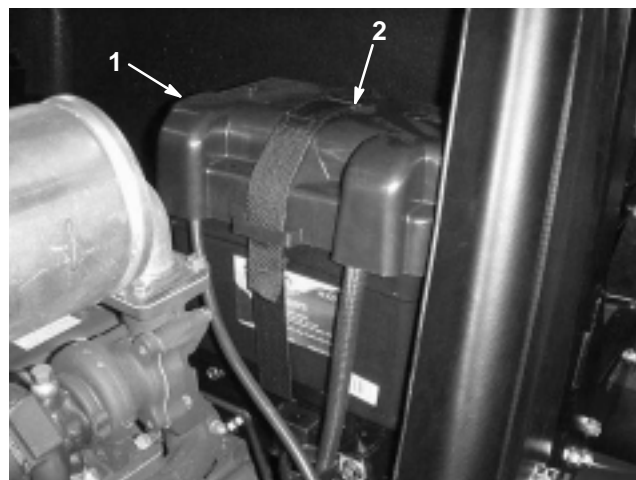

Bild 55
2. Entfernen Sie die Batteriehalterung und die -abdeckung (Bild 55).